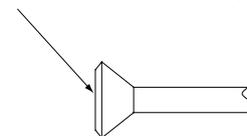

Fig. 14
- Lorsque vous effectuez un raccord évasé, enduisez la surface intérieure de fusée seulement avec de l'huile d'éther ou de l'huile d'ester. **(Reportez-vous à la Fig. 14)**